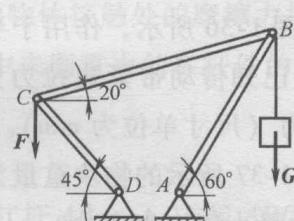

图 1-31
(13) 提升机架由  $AB$ 、 $BC$ 、 $CD$  三杆铰接而成, 如图 1-31 所示。已知:  $G = 4kN$ , 若不